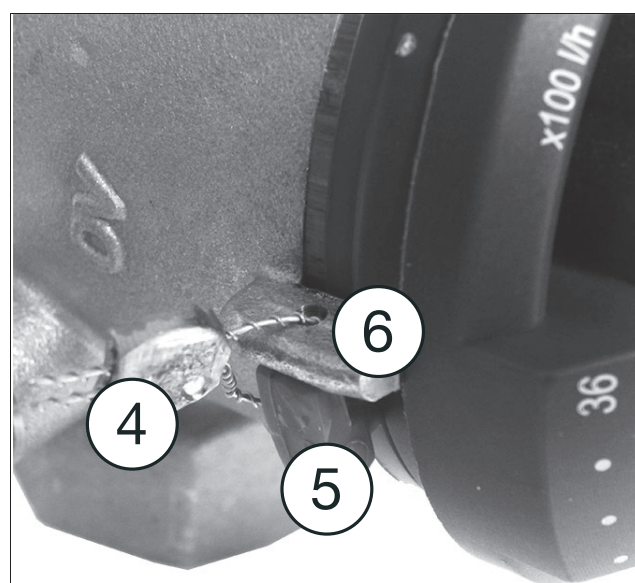

Fig. 7: Sigilarea presetării
Opțional, inelul de blocare (poziția (5) din fig. 7) poate fi sigilat cu setul de sigilare (poziția (4) din fig. 7) (accesoriu, cod art. 1089091) în dreptul marcajului valorii nominale (poziția (6) din fig. 7).